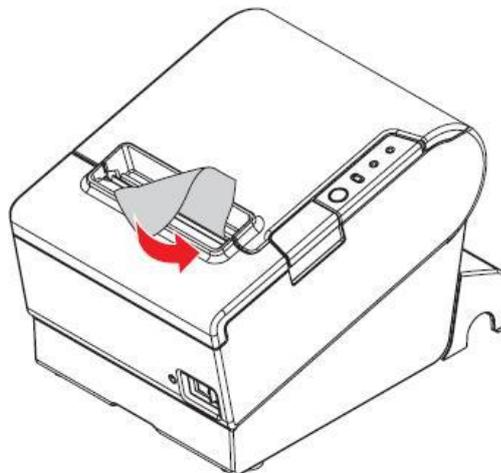

Рисунок 11 - Видалення паперу
- надлишок паперу видалить вручну (рисунок 11).